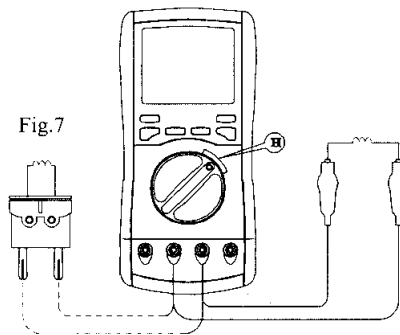

Fig.7
7. Измерение индуктивности (L) (Fig.7)